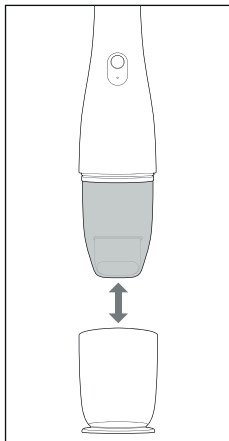

Fig. 4
- ▶ Verificare che il filtro della polvere ❺ sia sempre correttamente inserito prima di usare l'apparecchio (vedere il capitolo **Pulizia/ sostituzione del filtro della polvere**).
1. Sostenere l'apparecchio dall'impugnatura ❹ e sfilare il cappuccio di chiusura ❶ dall'apparecchio (vedere fig. 4).
2. Se necessario, inserire la bocchetta aspiratrice 2-in-1 ❶❷ nell'apertura di aspirazione ❷ (vedere capitolo **Bocchetta aspiratrice 2-in-1**).
3. Per accendere l'apparecchio premere l'interruttore on/off ❶ ❷. La spia di controllo della carica ❸ si accende con luce blu.
4. Per spegnere l'apparecchio dopo l'uso, premere nuovamente l'interruttore on/off ❶ ❷. La spia di controllo della carica ❸ si spegne.
5. Applicare il cappuccio di chiusura ❶ all'apparecchio (vedere fig. 4).